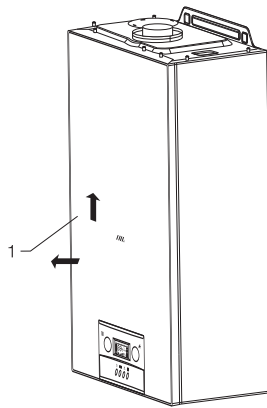

Рис. 15
- для снятия передней крышки потяните ее наружу и вверх (поз.1 рис.15)